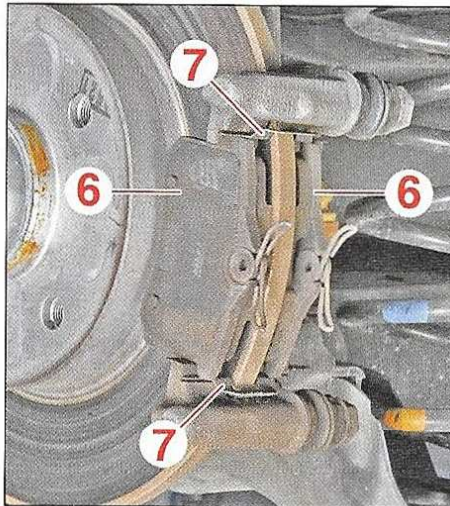

FIG.3
- Déposer (Fig.3) :
- les plaquettes de frein (6),
- les cales (7).